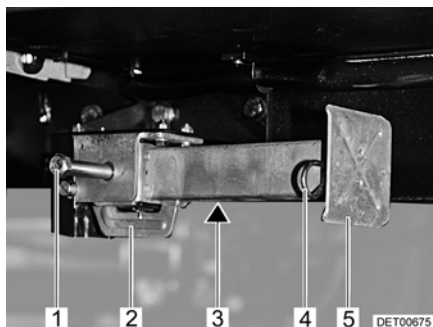

Fig. 15 Piedino di stazionamento
- Inserire la chiave a tubo nell'esagonale (Fig. 15,1) e ruotare fino a quando il piedino di stazionamento non si trova in posizione verticale verso il basso.
- Se la lunghezza del piedino di stazionamento è regolabile, sfilare la copiglia (Fig. 15,4) dal piede del prolungamento (Fig. 15,5).
- Inserire la chiave a tubo nell'esagonale (Fig. 15,1) e ruotare fino a quando il piedino di stazionamento non si stacca dal terreno.
- Spingere completamente all'interno il prolungamento dell'estremità del piedino (Fig. 15,5) e inserire la copiglia (Fig. 15,4) nel foro apposito.
- Girare sull'esagonale (Fig. 15,1), finché il piedino di stazionamento è orientato verso l'alto e la guida (Fig. 15,2) si trova proprio alla fine della scanalatura (Fig. 15,3).